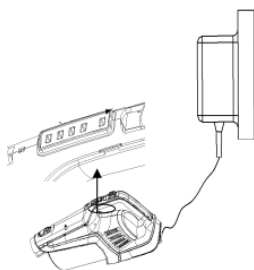

Bild 21
4. Ist der Akku vollständig geladen, entfernen sie das Ladegerät vom Gerät und stecken Sie es aus der Steckdose. (Bild. 21).